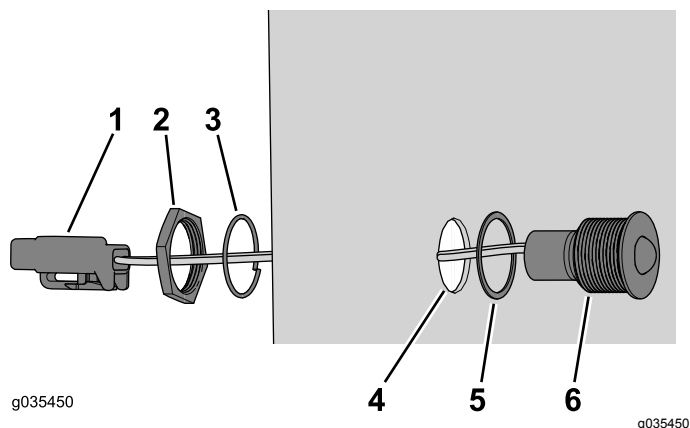

Bild 15
6. Stecken Sie den Anschluss durch das Befestigungsloch in der Abdeckungsplatte (**Bild 15**).
Hinweis: Stellen Sie sicher, dass die Dichtung zwischen der Abdeckung und der Anzeigelampe liegt (**Bild 15**).
7. Befestigen Sie die Anzeigelampe mit der Befestigungsmutter und Sicherungsscheibe im Befestigungsloch in der Abdeckungsplatte (**Bild 15**).